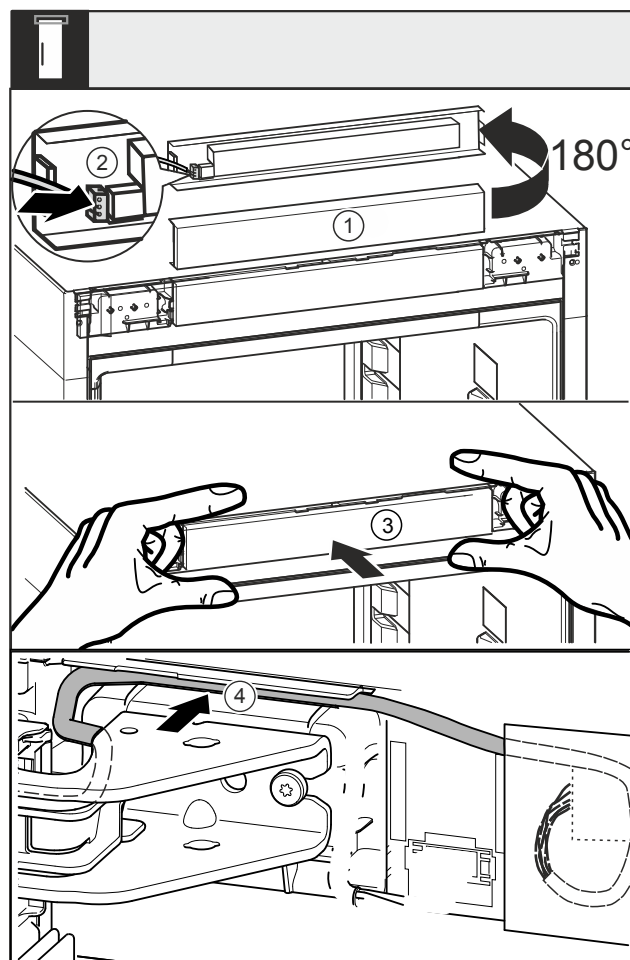

Fig. 33
- Záslepku Fig. 33 (1) otočte nahoru o 180°.
- Zástrčka Fig. 33 (2) zacvakne do panelu.
- Nasadte záslepku Fig. 33 (3) zpět na spotřebič.
- Kabel opatrně položte ve vedení Fig. 33 (4) nad horním stojanem ložiska.